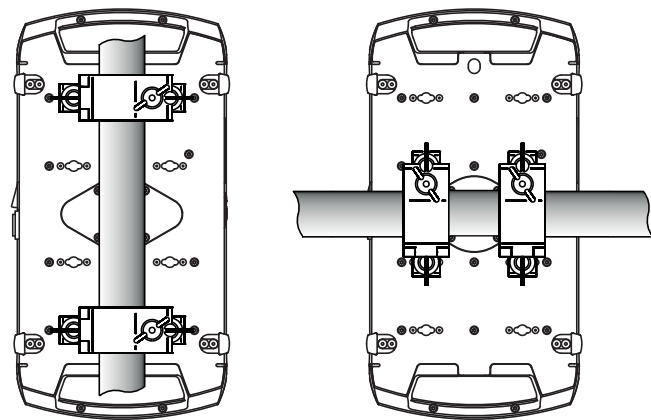

Bild 4: Klemmenpositionen
Der MAC Encore™ Performance kann auf stehend auf einer ebenen Oberfläche oder in beliebiger Orientierung gehängt werden. Verwenden Sie Halbcoupler (siehe Bild 4) oder andere Klemmen, die geschlossen um die tragende Struktur greifen und für das Gewicht des Gerätes ausgelegt sind, wenn der Bügel nicht senkrecht nach unten zeigt.
Die Aufnahmen für die Befestigung der Klemmen in der Basis ermöglichen die Befestigung der Klemmen wie in Bild 4 gezeigt.
3. Siehe Bild 4 auf Seite 9. Setzen Sie die Klemme auf zwei passende Montagepunkte in der Basis des Geräts (siehe Bild 4). Führen Sie die Schnellverschlüsse ein und verriegeln Sie die Verschlüsse durch eine 90°-Drehung im Uhrzeigersinn. Installieren Sie die zweite Klemme.